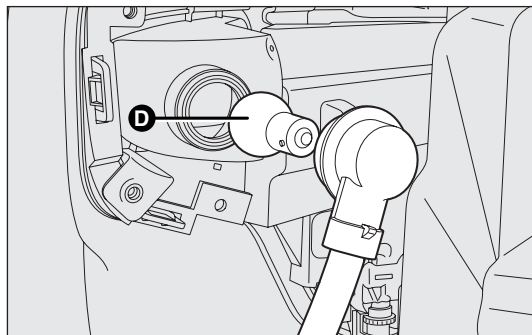

рис. 165
- выньте лампу D – рис. 165, слегка надавив и вращая ее против часовой стрелки (байонетное соединение); замените лампу на новую;